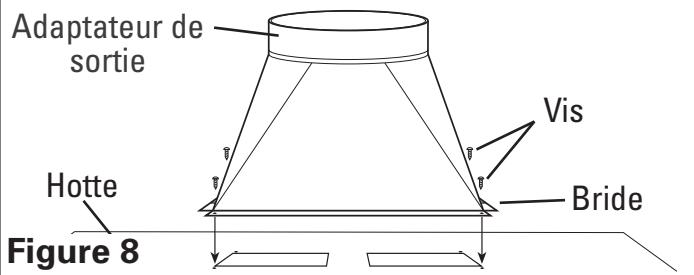

Figure 8
- Installer l'adaptateur mural de la bonne taille requise (disponible séparément) à la hotte en appariant les quatre trous sur la bride de l'adaptateur aux quatre trous correspondants sur la hotte et fixer en place avec les vis comprises. Assurez-vous que le joint est étanche autour de l'adaptateur en sécurisant tous les raccords avec du ruban de gaine (Figure 8).